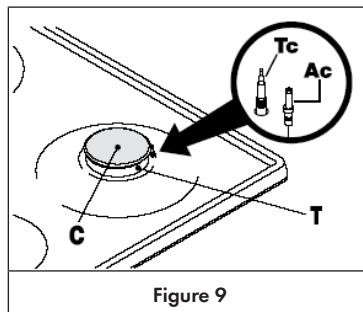

Figure 9
- Les brûleurs peuvent être équipés d'un pare-flammes [FSD = thermocouple, voir Figure 9].
## Allumage électrique automatique (uniquement avec certains équipements de l'appareil, voir Figure 9, désignation Ac)
## Allumage des brûleurs équipés de thermocouples de sécurité (uniquement avec certains équipements de l'appareil, voir Figure 9, désignation Tc)
1. Si les brûleurs sont équipés d'un pare-flammes (FSD = thermocouple, Figure 9, Tc), répétez les opérations décrites ci-dessus.
- La surface de la table de cuisson, le support de casserole, le couvercle du brûleur émaillé (C) et les têtes de brûleur (T) (voir Figure 9) doivent être nettoyés à l'eau chaude savonneuse après chaque utilisation, rincés puis séchés soigneusement pour s'assurer qu'ils sont en parfait état. Ne les nettoyez jamais lorsque le couvercle et les composants sont encore chauds.
- Vérifiez que les têtes et les chapeaux de brûleur correspondants sont correctement positionnés dans leurs logements (voir Figure 9).